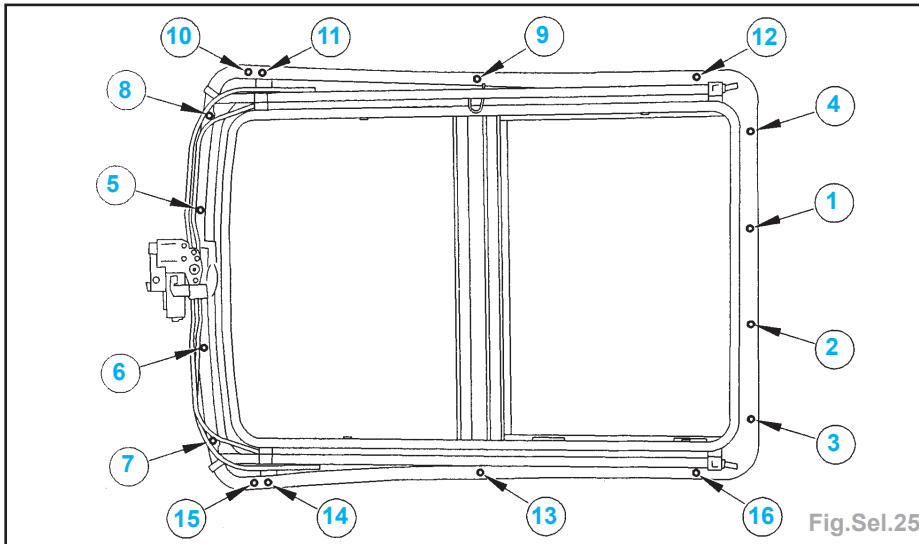

Fig.Sel.25
- Serrer les 16 écrous de toit ouvrant dans l'ordre (Fig.Sel.25).